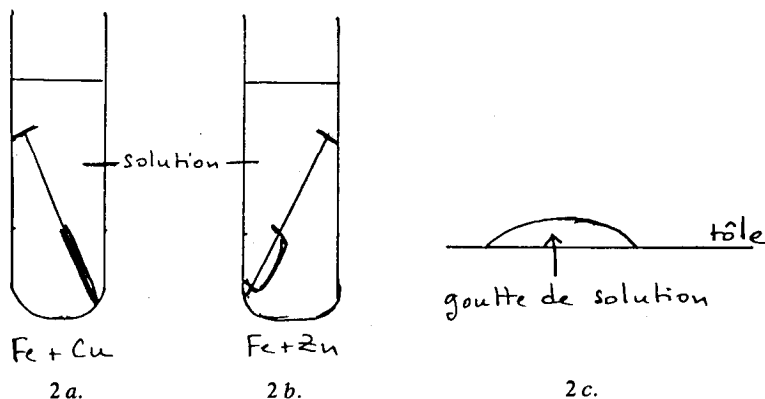

Fig. 2
Chauffer cette solution tout en l'agitant et la verser dans des tubes à essais dans lesquels on a placé les clous 1 et 2. En verser une goutte de deux centimètres de diamètre sur une plaque de tôle parfaitement découpée (expérience de la goutte de EVANS) (fig. 2).
2° Expériences de la fig. 2 :
— fig. 2 a : l'apparition d'une coloration bleue au niveau du fer montre que le fer est passé à l'état de fer II (Fe^{2+}) qui, en
- Fig. 2 b : la coloration rose apparaît au niveau du fer (formation d'ions OH^-).
- Fig. 2 c : il apparaît une coloration rose à la périphérie de la goutte (formation d'ions OH^-) et une coloration bleue au centre (formation d'ions Fe^{2+} qui, avec le ferricyanure, donnent un complexe bleu).